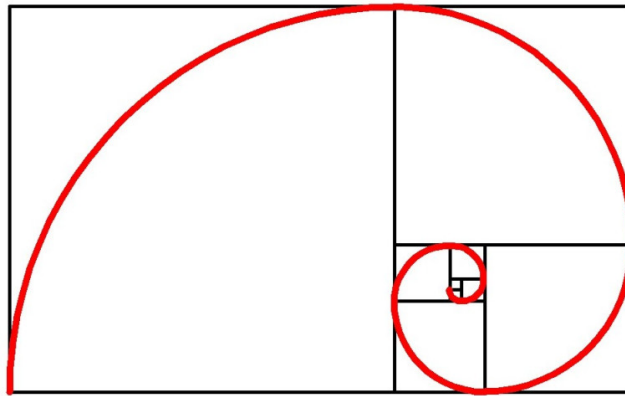

Рис. 11. Побудова логарифмічної спіралі на комбінації квадратів
5. Після цього студент будує комбінацію квадратів, сторони яких дорівнюють числам Фібоначчі (Рис. 11).